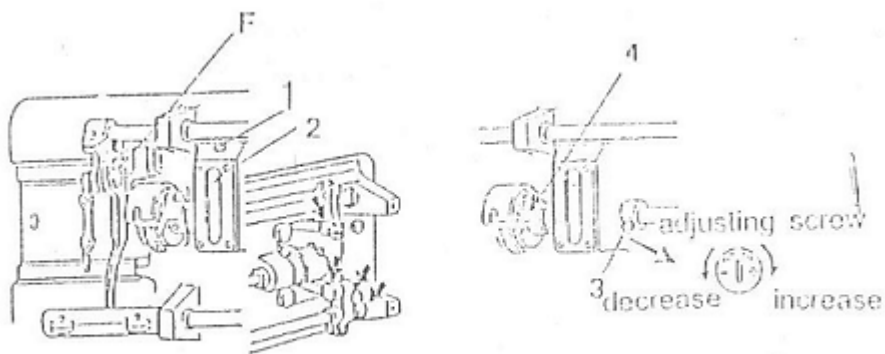

Fig.5
Рукой поверните маховик, так чтобы зубчатая рейка приняла крайнее верхнее положение. Ослабьте винт (F, рисунок 5) и отрегулируйте высоту зубчатой рейки. После выполнения регулировки затяните фиксирующий винт.
3. Опрокиньте машину и ослабьте винт I, рисунок 5.